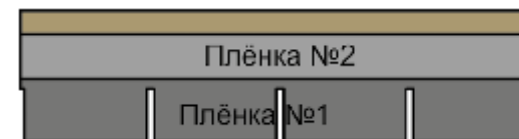

Рис. 10. Тыльная сторона фасадной плитки.
7.1.2 Перед монтажом стартовой полосы снимите оставшуюся часть плёнки №1. Плёнку №2 снимать не требуется (рис. 10).
8.1.1 Перед монтажом плитки на фасад снимите плёнку №1 с тыльной стороны гонта (рис. 10).